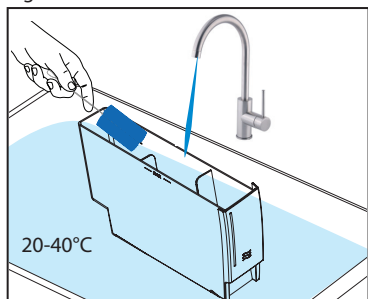

Fig.2
2. Spălați rezervorul de apă cu apă curată la temperatura de 20-40°C . Dacă este necesar, se poate folosi un agent de curățare pentru uz alimentar. (Vezi Fig.2)